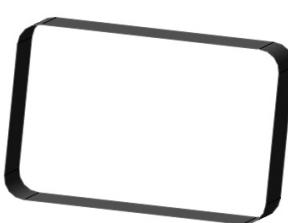

图 6-101 曲面模型
- 1] 打开初始文件“Z6L12.prt”，曲面模型如图 6-101 所示。